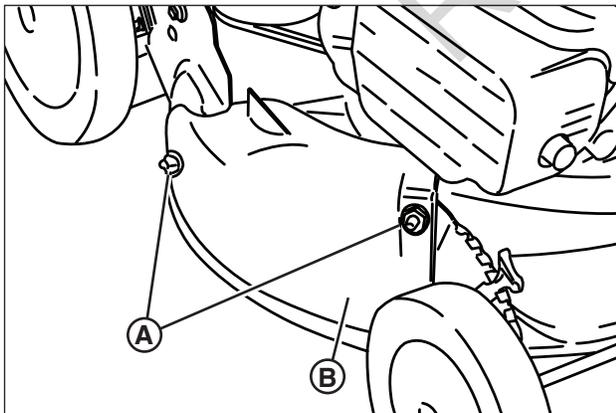

Figure 8: Dépose du couvercle de déchiquetage
1. Retirez les écrous (**A**, **Figure 8**) fixant le couvercle de déchiquetage (**B**) au plateau de coupe.